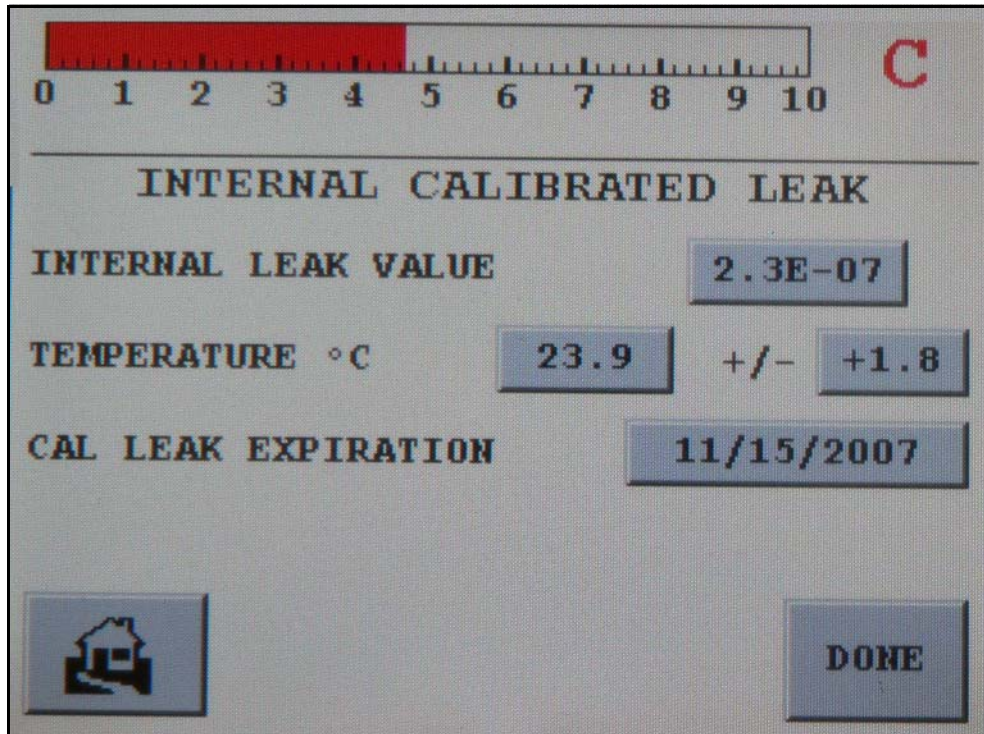

图 2-25 内置标准漏孔
1. 轻触 **Internal Calibrated Leak**。出现“内置标准漏孔”屏幕（图 2-25）。